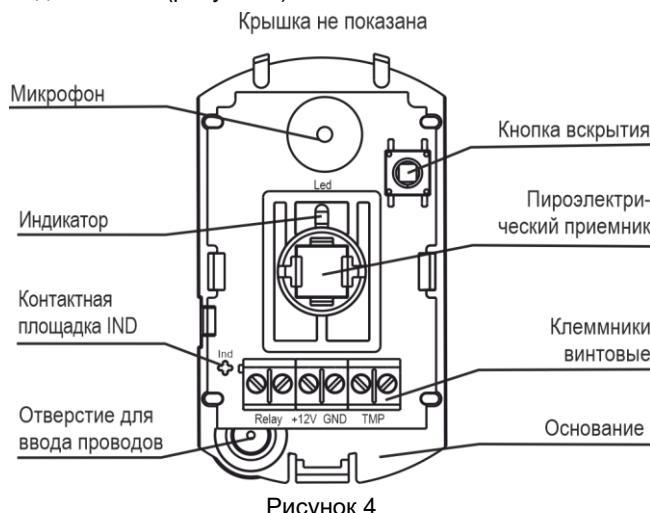

Рисунок 4
5.1 Конструктивно извещатель выполнен в виде блока, состоящего из основания и съемной крышки. Внутри блока смонтирована печатная плата с расположенным на ней радиоэлементами и клеммниками винтовыми для внешних подключений (рисунок 4).